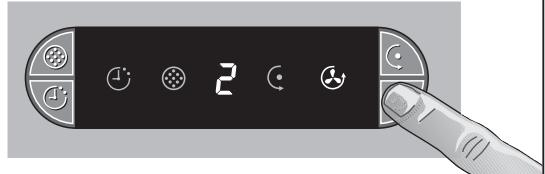

Fig. 11
- Sul display si accende il simbolo (Rallentamento) e il grado di aspirazione 2 (Fig. 11). oppure